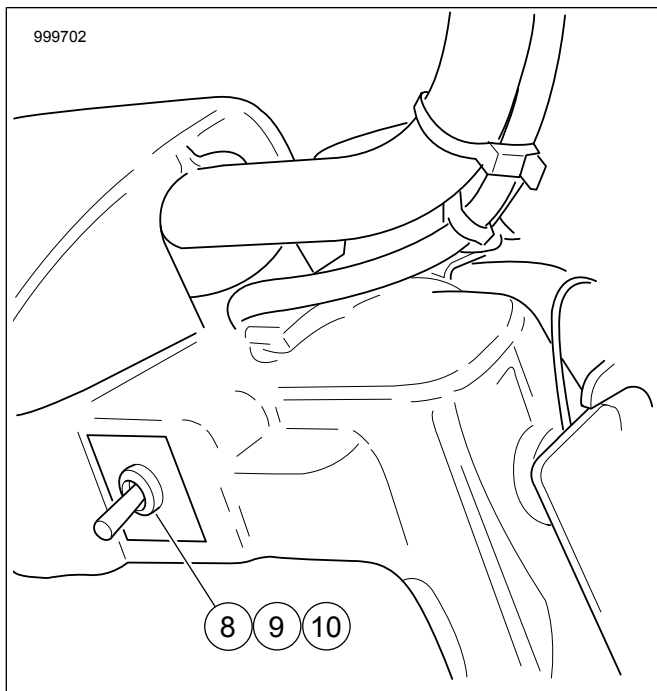

Figura 6. Posizione dell'interruttore per modelli senza carenatura
- b. **Veicoli senza carenatura:** Vedere Figura 6. Installare dado (8), etichetta (9) e interruttore (10) nel foro di accesso di destra. Collegare l'interruttore al cablaggio che si trova sotto la gondola del faro. Sul modello **FLRT**, il connettore [205] è posizionato sotto il serbatoio, del pannello fili di plastica. Vedere il manuale di manutenzione.